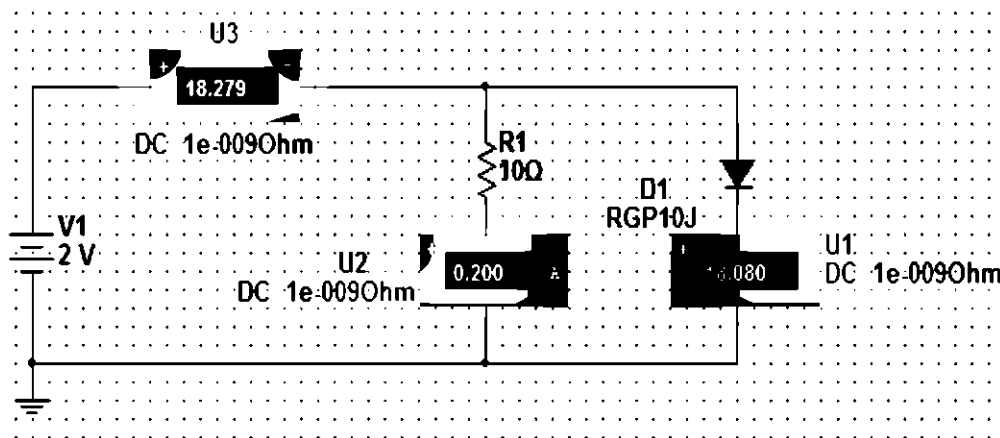

Рис. 2.6. Схема цепи.
2. Собрать схему электрической цепи – параллельное соединение линейного элемента – резистора и нелинейного – диода (рис. 2.6).